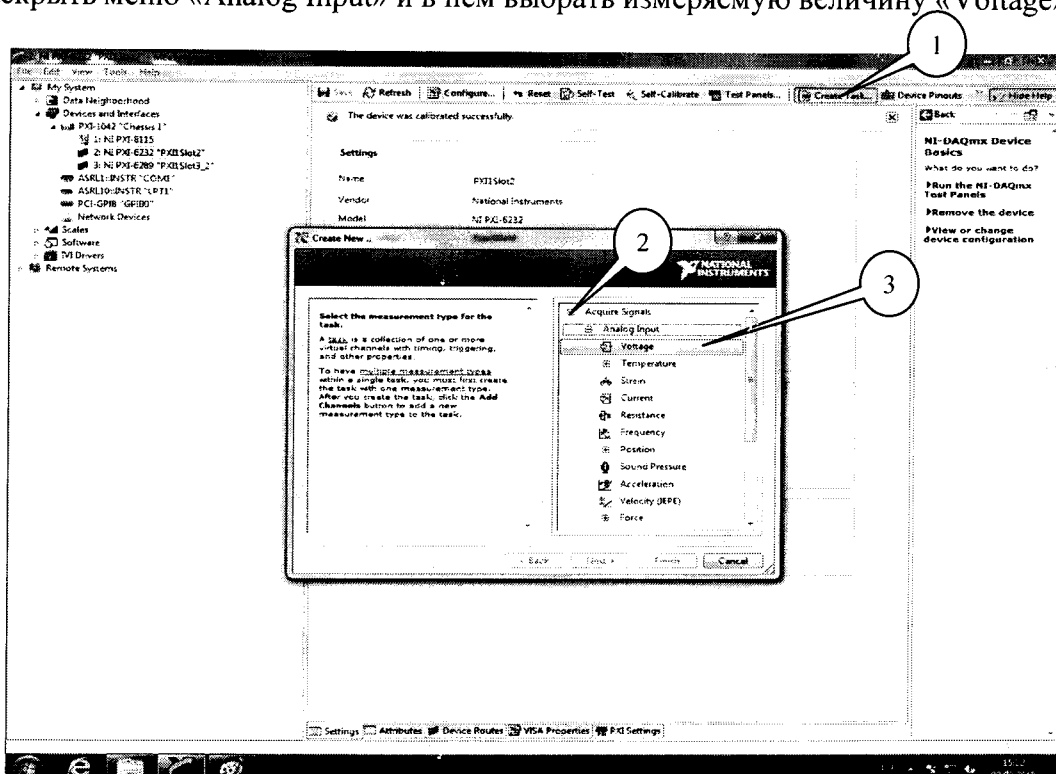

Рисунок 3.
7.3.1 В диалоговом окне программы «Measurement & Automation Explorer» (рисунок 3) нажать кнопку «Create Task» (1). В появившемся окне раскрыть меню «Acquire Signals» (2), далее раскрыть меню «Analog Input» и в нем выбрать измеряемую величину «Voltage» (3).